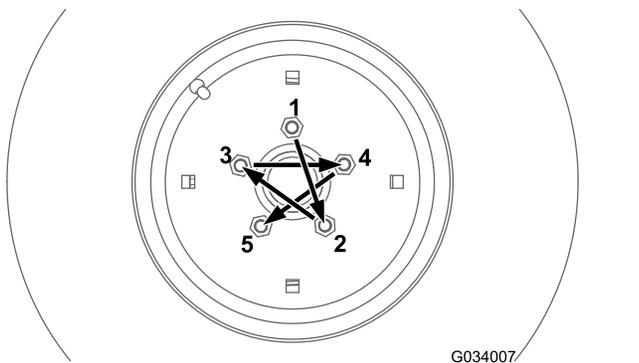
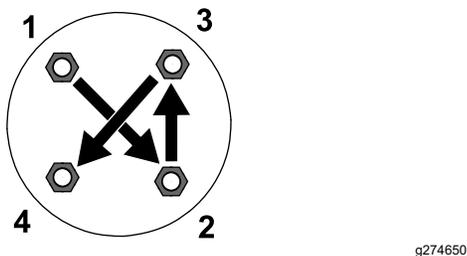

Рисунок 69
Рисунок 70
Затяните зажимные гайки передних и задних колес (только на машинах с полным приводом) в порядке, показанном на Рисунок 69 и Рисунок 70, с указанным моментом затяжки.
- Передние колеса: см. Рисунок 69
- Задние колеса (только на машинах с полным приводом): см. Рисунок 70